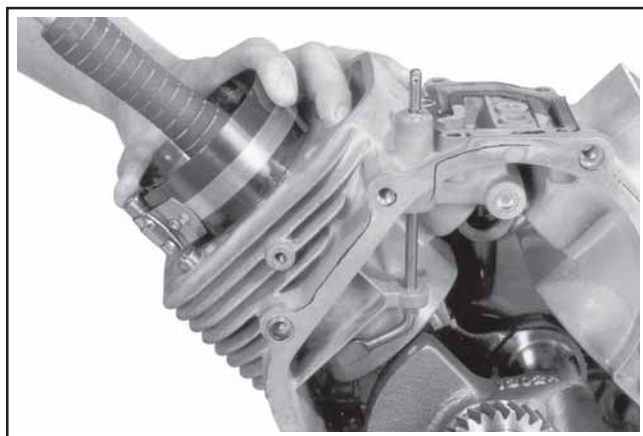

Figura 11-9. Installazione del gruppo pistone con il compressore per segmenti.
4. Accertarsi che la dicitura "Fly" sul pistone sia rivolta verso il lato volano del motore. Utilizzando un martello di gomma, battere leggermente il pistone nel cilindro come illustrato in Figura 11-9. Accertarsi che le guide dei paraolio non si muovano liberamente tra il fondo del compressore per segmenti e l'estremità superiore del cilindro.